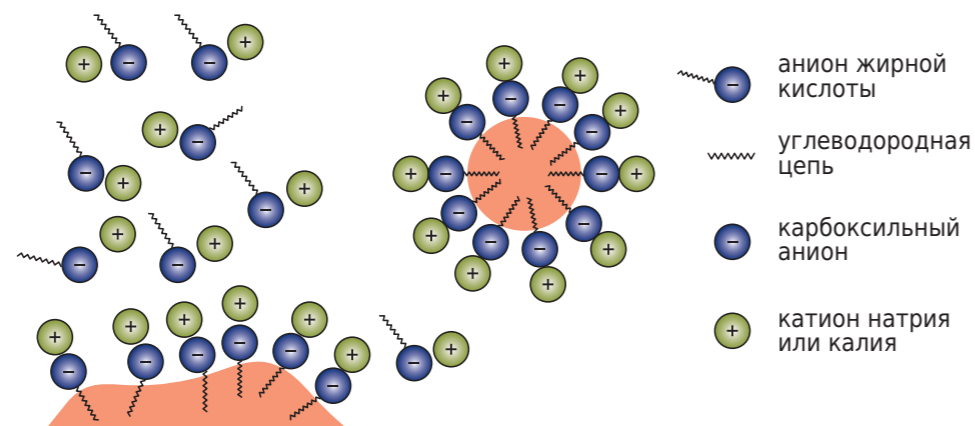

Рисунок 1.
- Анион мыла состоит из двух частей: неполярная часть (углеводородный радикал) и полярная часть (остаток карбоксильной группы, заряженный отрицательно). Органические загрязнения же в основном неполярны. Анионы мыла окружают частицу грязи неполярными частями, ориентируясь вовне (в водный раствор) полярными частями. Получившаяся частица – мицелла – отрывается от поверхности и переходит в воду (рисунок 1). В полярной части мицеллы сосредоточен отрицательный заряд анионов карбоновых кислот, который притягивает противоионы – катионы натрия или калия. Таким образом, снаружи все мицеллы несут положительный заряд и отталкиваются друг от друга, благодаря чему образуется устойчивая эмульсия, и грязь не осаждается обратно;